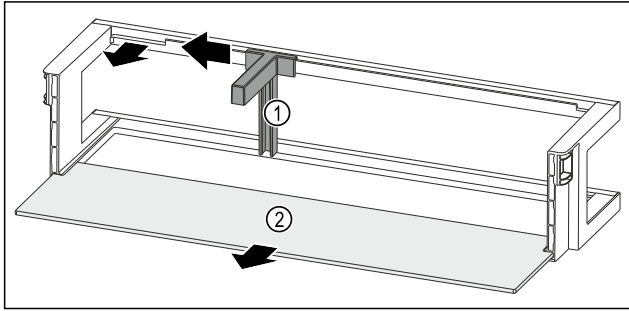

Fig. 173 Türabsteller mit Flaschenhalter und Abstellfläche
- ▶ Flaschenhalter Fig. 173 (1) bis zur Aussparung zur Seite schieben.
- ▶ Flaschenhalter Fig. 173 (1) entnehmen.
- ▶ Abstellfläche Fig. 173 (2) entnehmen.